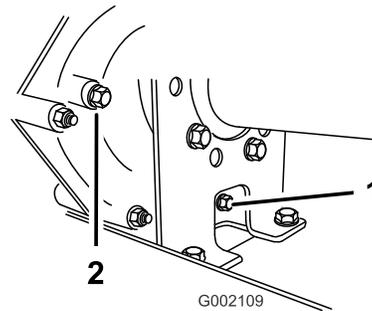
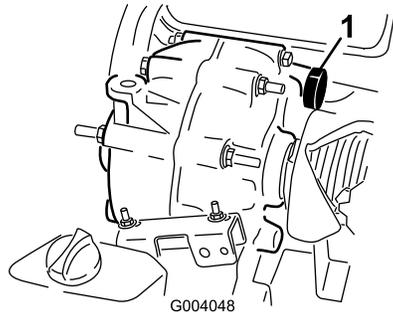

图 62
图 63
2. 用抹布清洁加注塞和排油塞周围的区域图 62。
4. 逆时针旋转加注塞然后将其取出 (图 62)。
5. 逆时针旋转排放塞然后将其取出 (图 62)。
6. 将排放塞和垫片安装到变速箱的排放塞孔中并拧紧图 62。
- 通过加注塞孔向油箱图 63 注入约 1.4L 指定液体或直到变速箱中的液位与螺纹底部齐平图 62。
- 将加注塞和垫片安装到变速箱的加注塞孔中并拧紧图 62。
- 检查液位如果液位低于加注塞孔的螺纹应添加更多液体图 62。